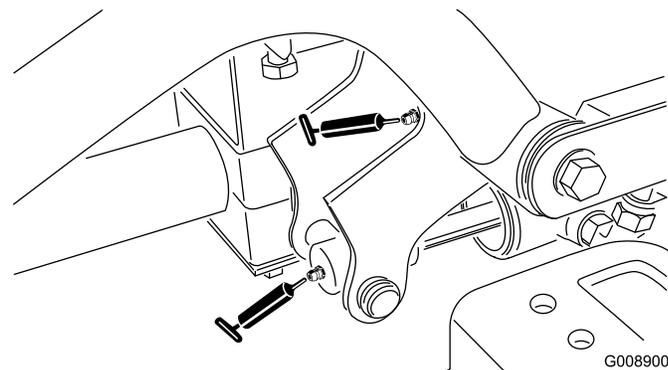

**Рисунок 55**
- Цилиндр поворота и подъема левого переднего подъемного рычага (2) (Рисунок 55)